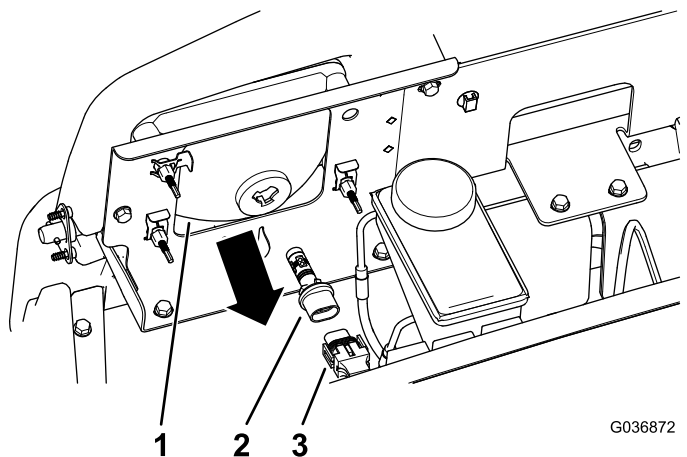

図 54
3. ヘッドライトハウジングの裏側からきているランプアセンブリ用ハーネスコネクタを外す 図 54。
4. ランプアセンブリを左に1/4回転させて後ろに引き抜いてヘッドライトハウジングから取り出す 図 54。
5. 新しいランプアセンブリとヘッドライトハウジングを入れ、ランプアセンブリについているタブをヘッドライトハウジングのスロットに合わせる 図 54。
6. ランプアセンブリを右方向に 1/4 回転させて取り付ける 図 54。
7. ハーネス用のコネクタを、新しいランプアセンブリのコネクタに接続する 図 54。